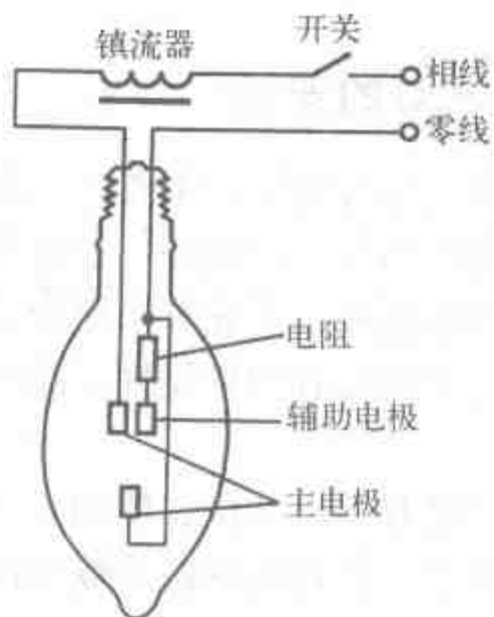

图 4-31 镇流式高压汞灯的接线图
(1) 高压汞灯分为镇流式和自镇流式两种类型。自镇流式灯管内装有自镇流灯丝, 安装时不必另加镇流器。镇流式高压汞灯应按图4-31所示线路接线安装。
(2) 镇流式高压汞灯所配用镇流器的规格必须与灯泡功率